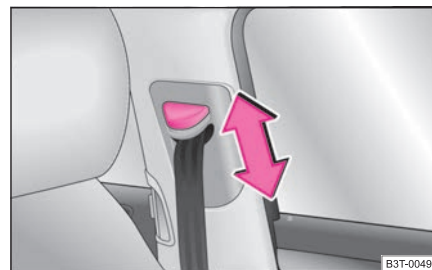

Fig. 152 Asiento delantero: Gurthöheneinstellung
- Desplace el herraje de inversión en el sentido deseado, hacia arriba o hacia abajo ⇒ página 159, fig. 152.